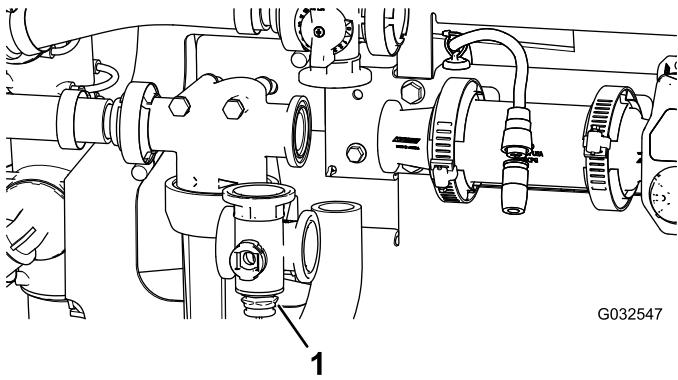

Figura 103
2. Retire el distribuidor de la válvula de agitación de la máquina (Figura 103).